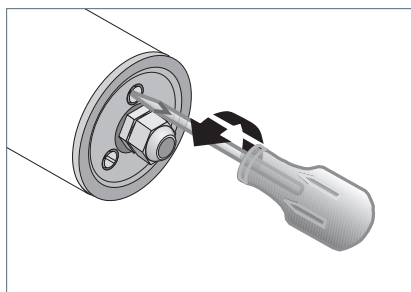

Fig. 7: Ouvrir la partie latérale A.
- Desserrez les trois vis situées sur le côté raccordement du luminaire d'environ 3 à 4 tours, voir Fig. 7.